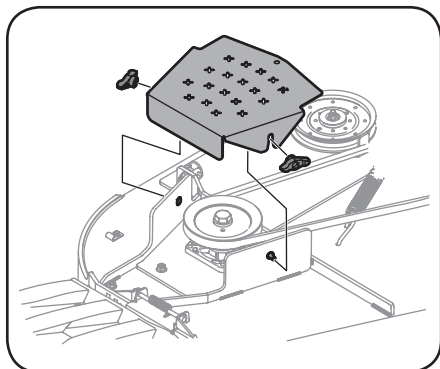

Figure 4-18
2. Retirez les écrous papillon qui fixent les couvercles de courroie au plateau de coupe. Voir Figure 4-18.
6. Placez la courroie autour des poulies de tension retirées à l'étape 3 avec le côté en « V » vers le bas. Après avoir installé la courroie, installez la quincaillerie et serrez l'écrou autobloquant afin de fixer l'assemblage. Voir Figure 4-18.
7. Installez la courroie comme indiqué à la Figure 4-18, puis réinstallez le plateau de coupe. Consultez la sous-section *Installation du plateau de coupe* à la page 23.